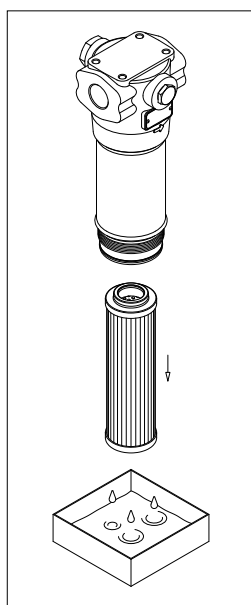

fig. 27
- (Fig. 27) Estrarre l'elemento filtrante